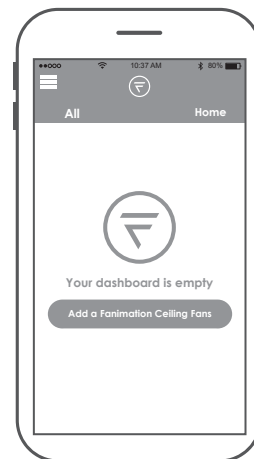

Figura 1
- ☐ 1. Visite el App Store de Apple o el Play Store de Google para descargarse la App gratuita fanSync WiFi. Cree su cuenta Fanimation fanSync. (Figura 1)
- ☐ **1. Instalación de la placa de la pared: (Figura 1)**